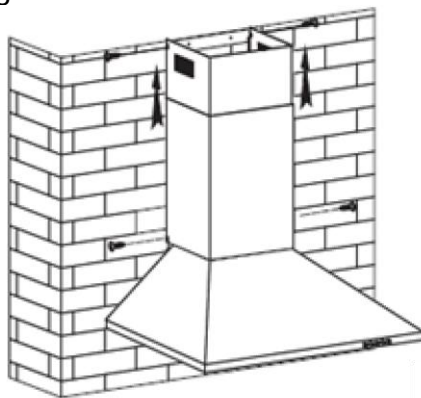

Fig. 6
8. Regolare l'altezza del camino interno sulla posizione della relativa staffa e fissarla con le viti. Vedere Fig. 6